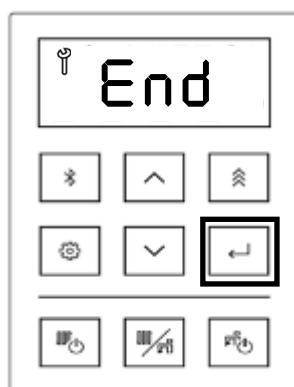

Figure 151
20. Appuyer sur la touche de sélection, l'écran affiche « End » (Figure 151).